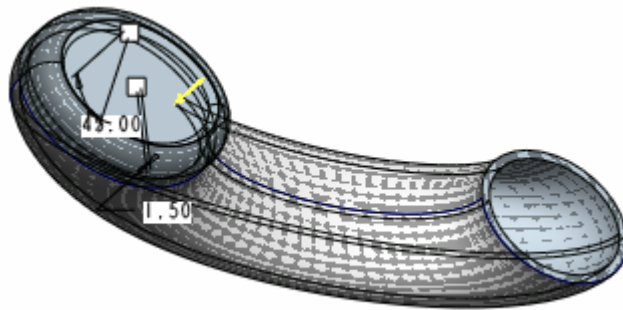

图 61-19
- (5) 单击草绘命令工具栏中的  按钮，完成草图绘制。
- (6) 使用  调整特征生成方向为如图 61-19 所示。